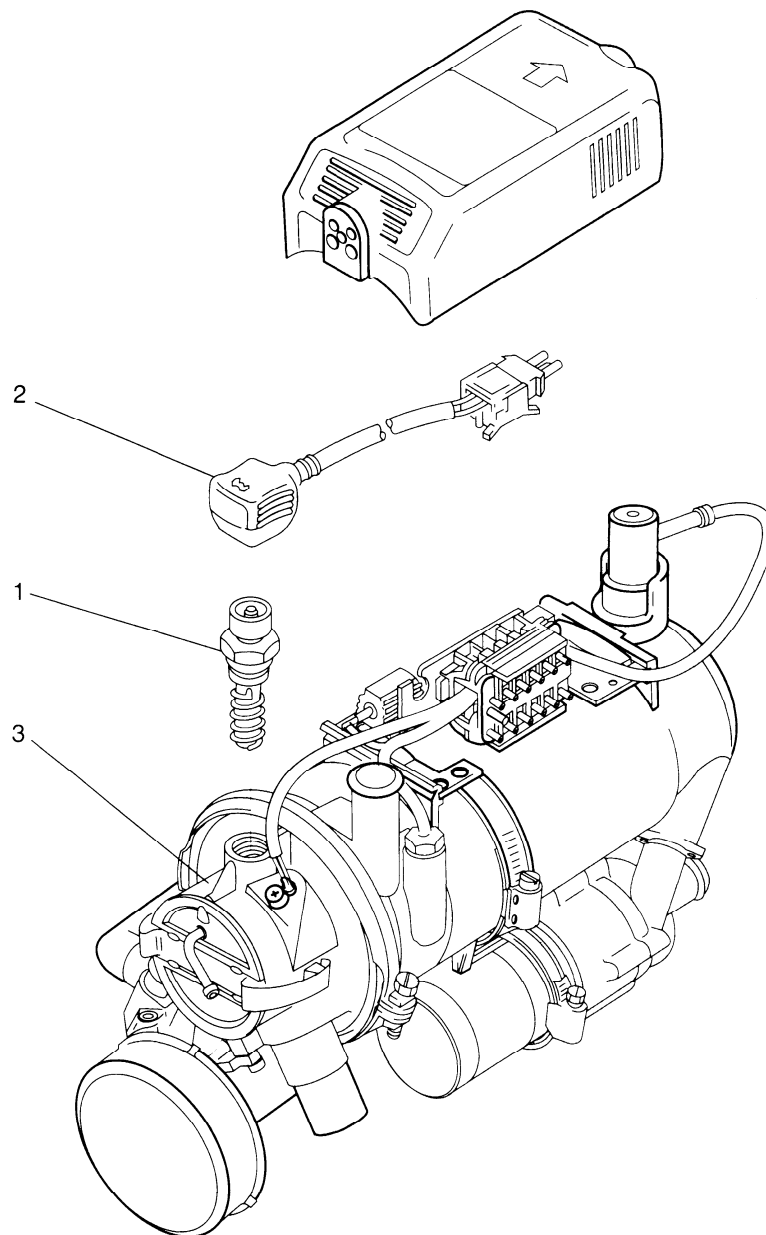

рис. 905 Замена свечи накаливания
3. Снять кабельный жгут (2, рис. 905) со свечи накаливания
4. Вывинтить свечу накаливания (1) из головки горелки (3)
2. Ввинтить свечу накаливания (1, рис. 905) в головку горелки (3) затянуть с моментом 30 Нм
3. Надеть кабельный ствол (2) на свечу накаливания (1)